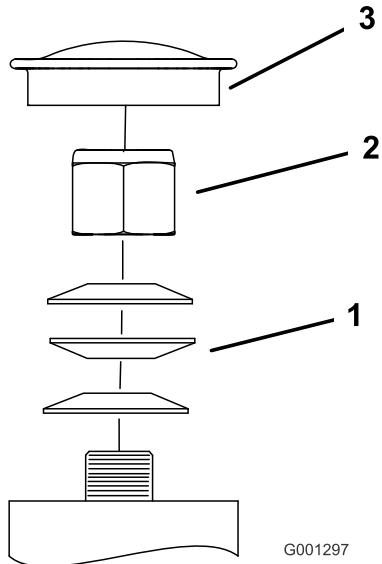

図 56
3. キャスターからダストキャップを外してロックナットを締め付ける図 56。
4. スプリングワッシャが平たくつぶれるまでロックナットを締め付け、その位置から $\frac{1}{4}$ 回転もどすと、ベアリングに対して適切な予負荷がかかる図 56。
- 重要スプリングワッシャが図 56 のように正しく取り付けられていることを確認してください。
5. ダストキャップを取り付ける図 56。